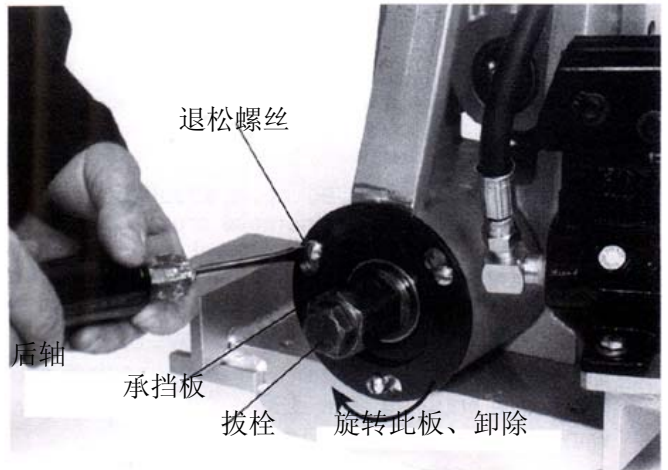

图 22
5. 继续啮合锁定销，退松拔栓。（见图 22）。
8. 退松轴承挡板上的三个螺丝，并取走挡板（见图 22）